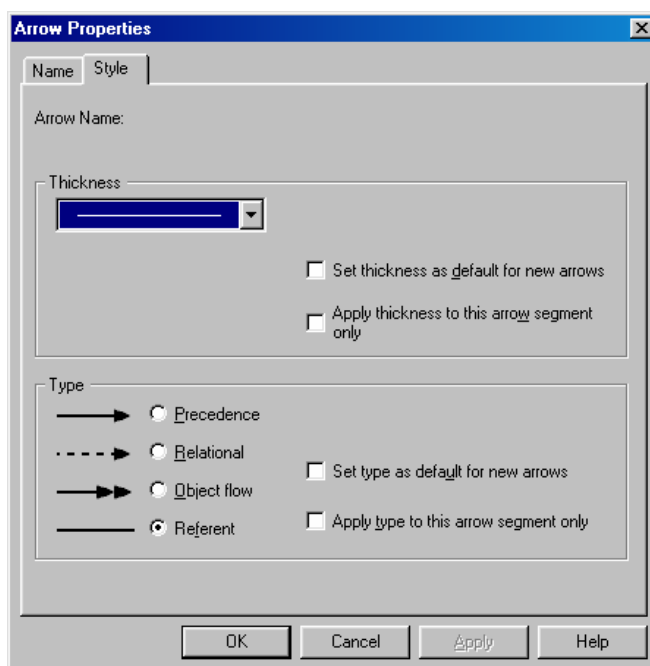

Рисунок 8.10 – Изменение стиля стрелки
10. Измените, стиль стрелки, связывающей объект ссылки, и работу "Подготовка компонентов", воспользовавшись диалоговым окном *Arrow Properties*, (рисунок 8.10).